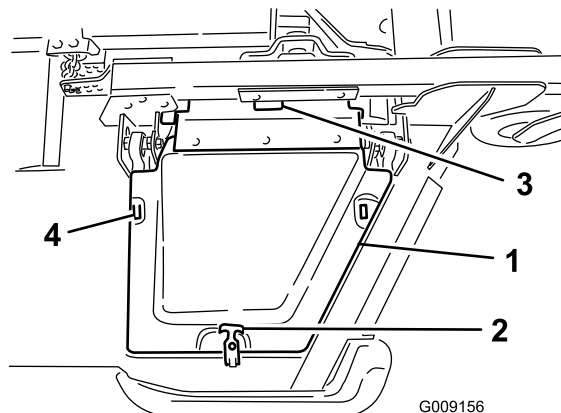

Bild 6
- Setzen Sie die Flügelmähwerkabdeckung auf und befestigen Sie sie mit dem Gummriegel (Bild 6).